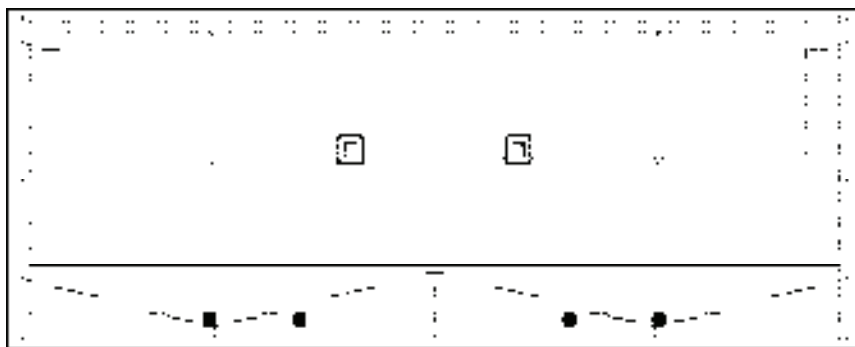

图 15-113 阵列复制线段图形
10) 调用“矩形阵列”命令，设置列数为 23，列间距为 1600mm，阵列复制线段图形，结果如图 15-113 所示。